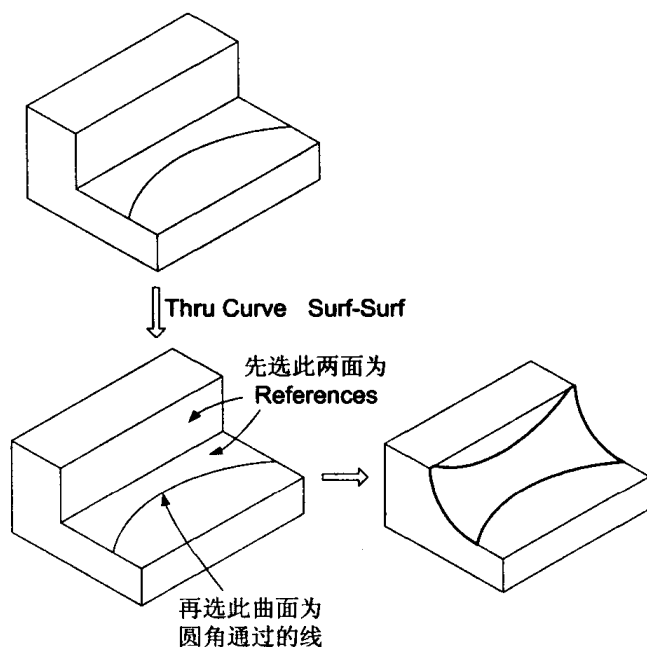

图 1.8
- Thru Curve: 圆角通过某条曲线 (见图 1.8)。